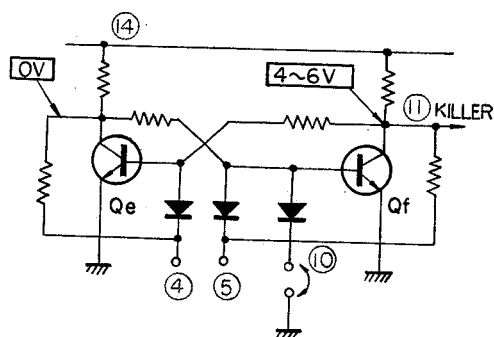

Fig. 1-12
- *1: Quand on relie le point ⑩ à la masse, le transistor Qf de la bascule flip-flop est coupé. La tension obtenue au point ⑪ (4 à 6 V) est ajoutée à la tension base du transistor Q302 (Amplificateur N° 1 de chrominance) pour une polarisation correcte, et aux diodes de blocage D307 (Ampli R-Y) et D315 (Ampli B-Y) pour polarisation inverse. Le blocage de couleurs ne s'effectue pas et une image en couleur apparaît sur l'écran, cette image n'étant pas nécessairement de bonne qualité.
Si l'on obtient une tension de 4 à 6 V au point ⑪, le circuit intégré fonctionne correctement (voir figure 1-12).
- *1: When terminal ⑩ is connected to ground, transistor Qf of the flip-flop circuit is cut off. 4 to 6V, obtained at terminal ⑪, is added to the base of Q302 (Chroma Amp-1) for correct bias and to the killer diodes D307 (R-Y) and D315 (B-Y) for reverse bias. Thus the colour killer does not operate, and coloured picture (not always best colour) can be seen on the screen.
If 4 to 6V can be obtained at terminal ⑪, IC operates correctly. (Refer to Fig. 1-12.)